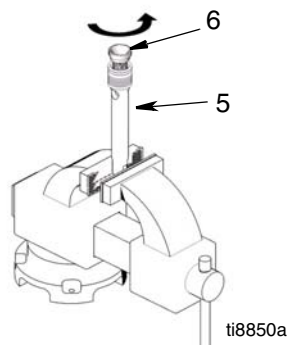

FIG. 6
6. (Fig. 6) Desaperte a válvula de êmbolo (6) da haste do pistão (5). Limpe e verifique as peças. O êmbolo tem um embutimento de fixar roscas/vedação especial. Não retire o embutimento. O embutimento permite efectuar procedimentos de desmontagem/montagem antes de ser necessária a aplicação de Loctite® nas roscas.